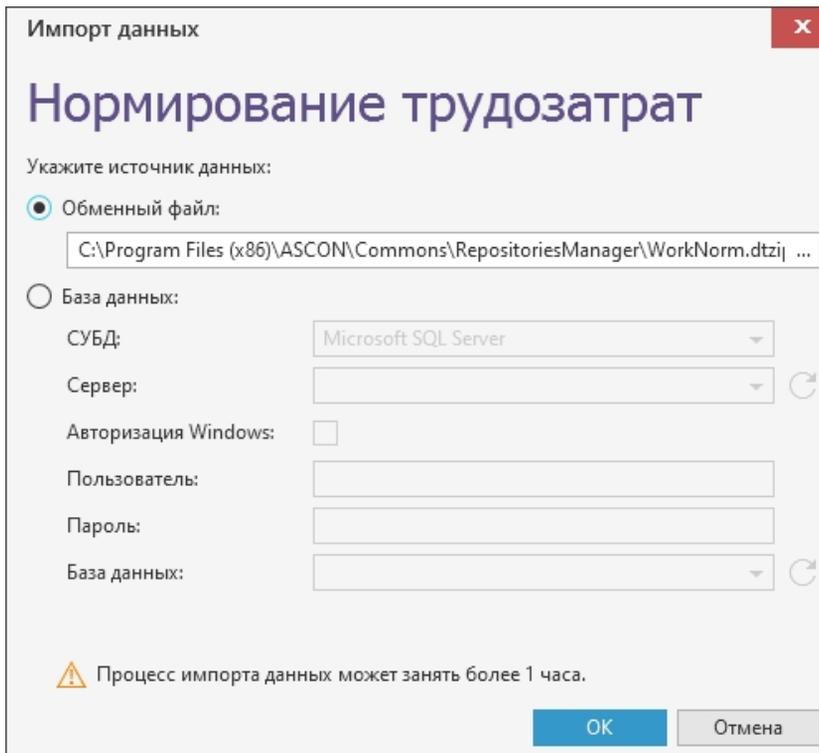

Рис. 4.8
- ◆ В приложении Менеджер баз данных технологических приложений в блоке **Нормирование трудозатрат** нажмите кнопку **Импортировать базу данных**. В появившемся диалоге (рис. 4.8) укажите параметры подключения к базе Справочника технолога. Запустится процесс импорта, после завершения которого диалог импорта будет закрыт, и будет создан лог импорта, содержащий подробную информацию о процессе и результатах импорта. Путь к файлу лога можно посмотреть в диалоге **Сообщения**, который может быть вызван при помощи кнопки, расположенной в правой части заголовка окна Менеджера баз данных технологических приложений.